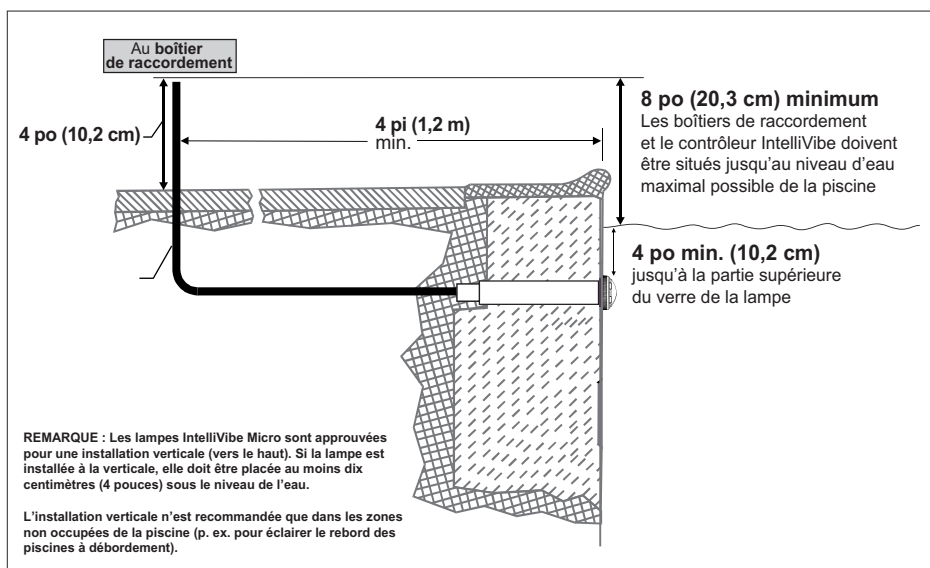

Figure 1
**AVANT DE COMMENCER :** Les informations qui suivent décrivent les tâches qui doivent être effectuées par un électricien *avant* l'installation du raccord mural. Voir la figure 1.
- Le boîtier de raccordement, le PS300 et le contrôleur IntelliVibe se situent à au moins 4 pouces (10,2 cm) au-dessus du niveau du sol ou de 8 pouces (20,3 cm) au-dessus du niveau d'eau maximal, si cette dernière distance est la plus élevée. Le boîtier de raccordement, le PS300 et le contrôleur IntelliVibe doivent être à au moins 4 pieds (1,2 m) du bord de la piscine. Voir la figure 1.
Voir la *Figure 1* à la page 2 pour l'installation du boîtier de raccordement aux États-Unis.